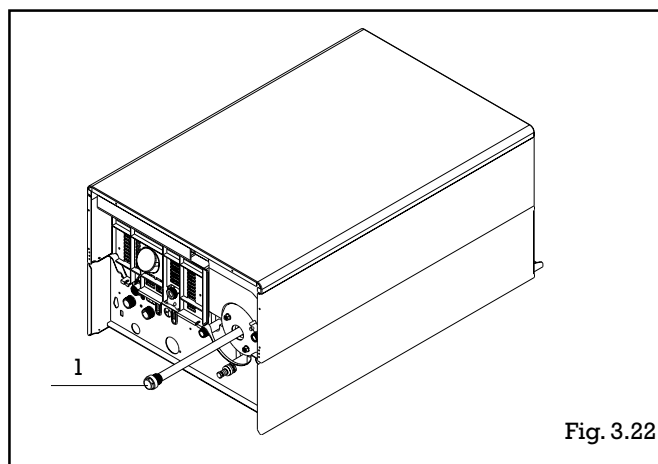

Fig. 3.22
- Dévisser le bouchon et sortir l'anode (1) (fig. 3.22)